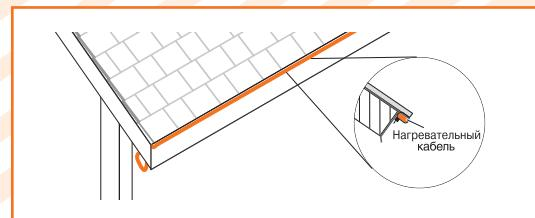

Рис.3.11 Укладка кабеля по схеме “ капающая ” грань
- по схеме « капающая » грань рис.3.11.